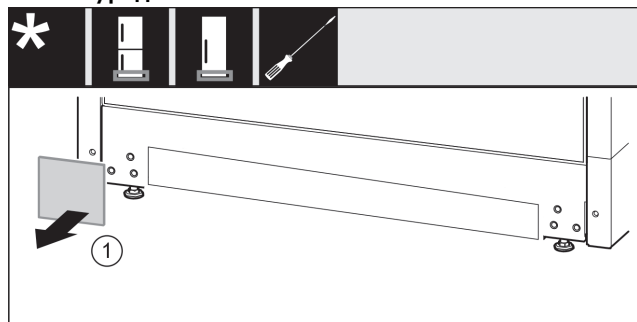

Fig. 13
- ▶ Свалете капака. Fig. 13 (1)